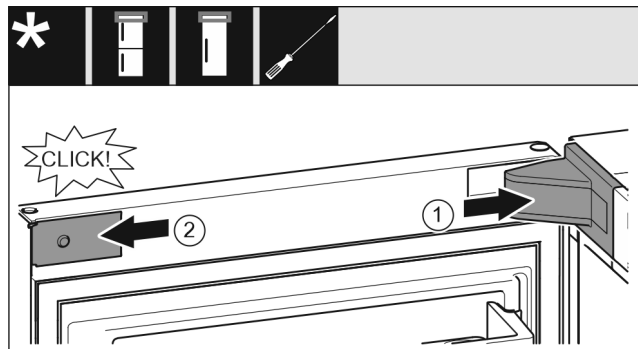

Fig. 18
- ▶ Applicare la copertura del blocco di supporto e innestarla, se necessario premere con cautela. Fig. 18 (1)
- ▶ Applicare il pannello lateralmente e innestarlo. Fig. 18 (2)